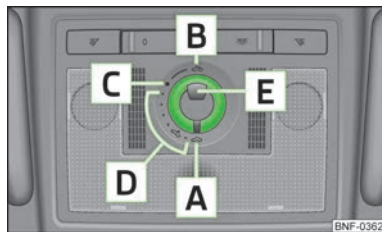

Bild 20
Det elektriska panorama-soltaket (i fortsättningen endast solluckan) kan endast hanteras då man har slagit på tändningen med vridomkopplaren » bild 20 på sidan 27. Vridomkopplaren har flera lägen.
- Om batteriet kopplas bort och därefter kopplas in igen, kan det hända att solluckan inte fungerar. Sätt i sådant fall vridomkopplaren i läge **A** » bild 20 på sidan 27, dra och håll fast nedåt och framåt i urtaget. Efter ca 10 sekunder går solluckan upp och stängs igen. Först därefter släpper man vridomkopplaren.
- Vrid brytaren till läge **C** » bild 20.
- Vrid omkopplaren till ett läge i området **D** » bild 20.
- Vrid omkopplaren till läge **B** » bild 20 och håll den i detta läge (återfjädrande läge).
- Vrid omkopplaren till läge **A** » bild 20.